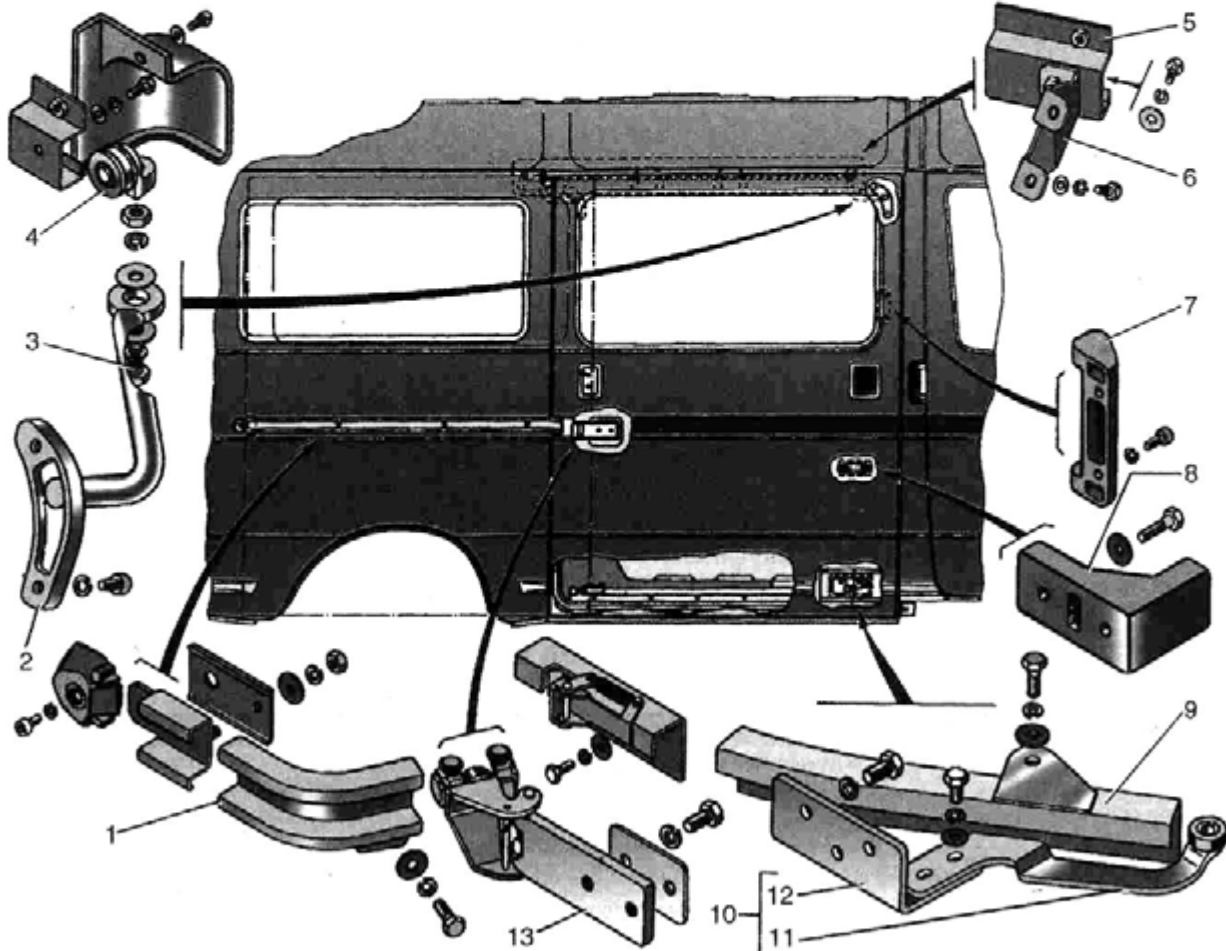

Рис. 9.10. Механизмы перемещения боковой двери:
Для замены подшипникового узла верхней 5 (см. рис. 9.10), средней 1 и нижней 9 направляющих, среднего механизма 13 боковую дверь следует снять, для чего необходимо:
Перемещение двери по верхней 5 (рис. 9.10), средней 1 и нижней 9 направляющим обеспечивается верхним 2, средним 13 и нижним 10 механизмами.
Подвижные части механизмов (подшипник верхнего ролика 4 (см. рис. 9.10), резьбу оси 3 верхней каретки, оси направляющих роликов среднего механизма 13) должны быть смазаны смазкой Литол-24, ЛИТА или ЦИАТИМ-201.
- при выходе из зацепления ролика рычага *11* (см. рис. 9.10) нижнего механизма с фланцем нижней направляющей *9*;